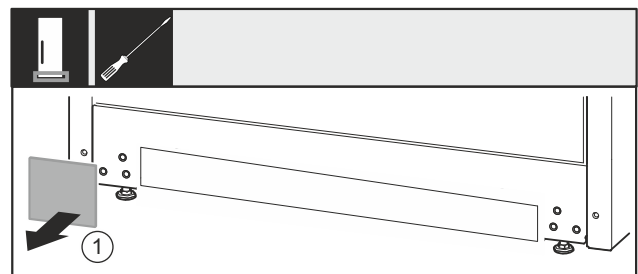

Fig. 36
- Abdeckung Fig. 36 (1) abnehmen.